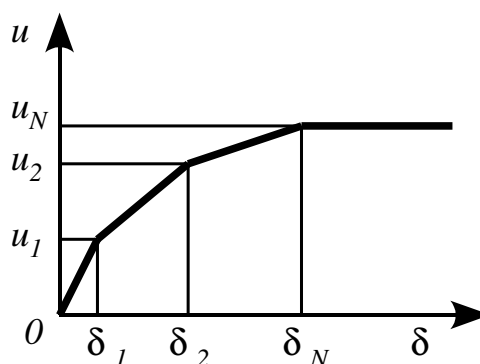

Рис. 2. Формирование сигнала управления
- *число уставок* («**.nU**»); задает число задействованных уставок (рис. 2); может принимать значения от 0 до 4; нулевое значение блокирует выдачу задания в канал управления;
код задания u_i для соответствующей уставки (рис. 2); параметр задается в относительных величинах, лежащих в диапазоне **[+1...-1]**; зна-
- *рассогласование* («**.d1-d4**»); задает расстояние до конечной точки δ_i для соответствующей уставки (рис. 2);
Параметрами *число уставок*, *код задания* и *рассогласование* задается зависимость величины сигнала управления приводом координаты *и* от расстояния до конечной точки δ (т.е. от рассогласования). Зависимость *и* (δ) (рис. 2) является кусочно-линейной функцией. Параметрами задаются значения узловых точек $\{\delta_i, u_i\}$ — уставки. Значение *и* последней задействованной уставки определяет максимальную величину задания, выдаваемого в канал управления.